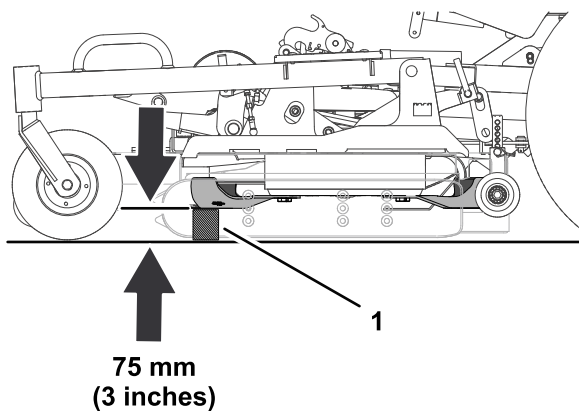

Figura 126
4. Măsurai distanța dintre sol și punctul cel mai din față al marginii de tăiere a lamei cu un calibru de măsurat (Figura 126).